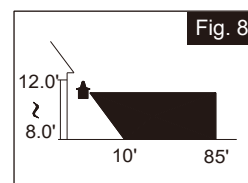

Fig. 8
2. Para un mejor rendimiento, instale el artefacto por lo menos a 8 ft (2.4 m) por encima del suelo. A esa altura, el artefacto proporcionará una distancia de detección de hasta 85 ft (26 m) a una temperatura de 77 °F (25 °C). (Vea la Fig. 8)